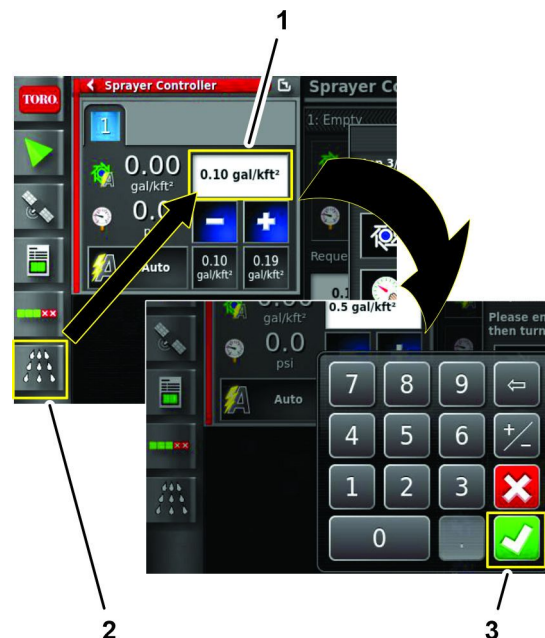

Figure 141
2. Appuyez sur l'icône CONTRÔLEUR DE DÉBIT DE PULVÉRISATION, puis appuyez sur l'icône DÉBIT DEMANDÉ ; avec le clavier virtuel, saisissez le débit demandé et appuyez sur l'icône de confirmation (Figure 141).